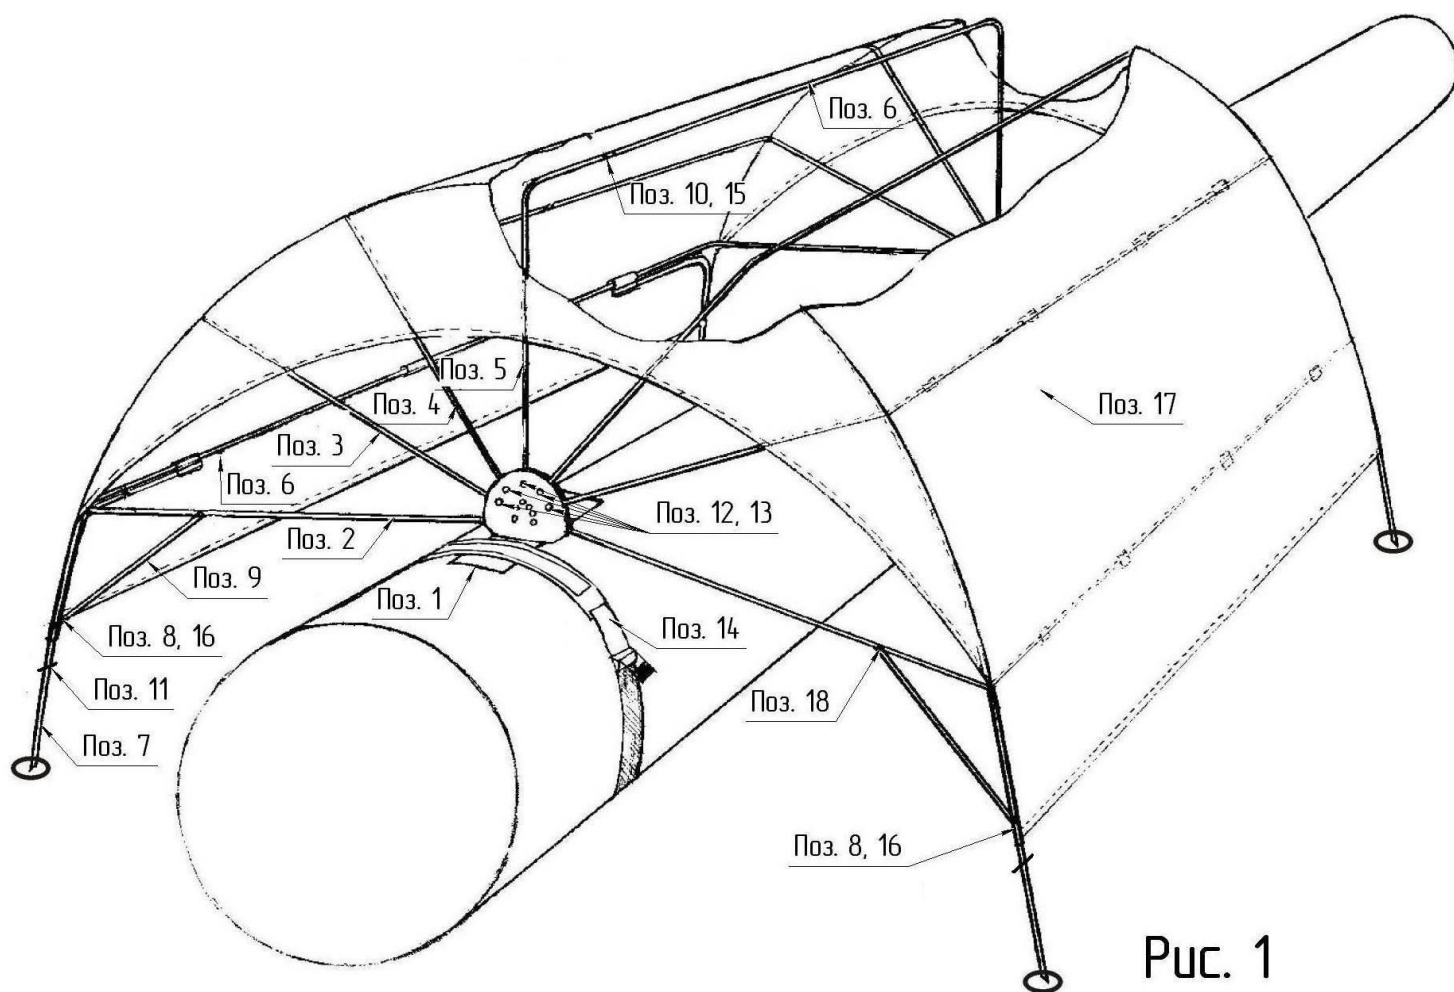

Рис. 1
Устройство каркаса палатки показано на рис.1, номера позиций на рисунке соответствуют порядковым номерам табл.1.
1. Собрать левую и правую подсборку между собой с помощью прямых штанг поз.6 (7шт) согласно рис.1.